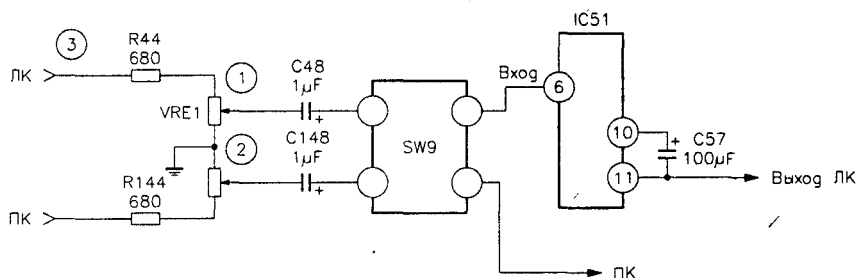

Рис. 3.23. Фрагмент принципиальной схемы автомобильного радиоприемника Sanyo FTV92
Левый канал автомобильного радиоприемника Sanyo FTV92 не функционировал, только слегка прослушивался фон. В режиме воспроизведения тест-кассеты прохождение звука проверялось на регуляторе громкости (VRE1). Звук отсутствовал на регуляторе громкости левого канала (1) и был в норме на регуляторе правого канала (2) (рис. 3.23).